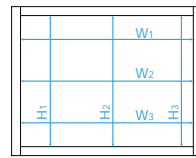

図1
- ④ 樹脂額縁に凹凸がないこと
- ⑤ アングルから額縁先端まで110mm以上であること
- ⑥ 開口の狂いが3mm以下であること（図1～3）
- ⑦ 既設アングル立上がり寸法が2mm以下であること（樹脂額縁上面から既設アングル立上がり寸法最高点まで）
- ⑨ 額縁開口部に凹凸がないこと
- ⑩ 枠の内面から100mm以上あること
- 図1のH₁～H₃およびW₁～W₃の寸法差が3mm以下であることをご確認ください。